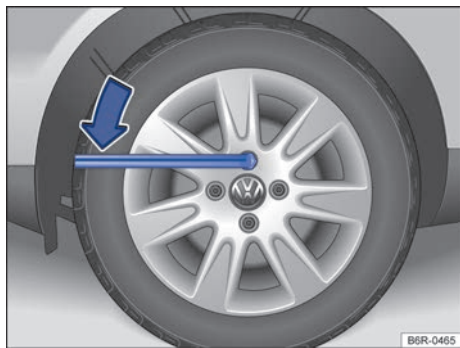

Fig. 151 Cambio de rueda: aflojar los tornillos de la rueda.
- Encajar la llave de rueda en el tornillo de la rueda hasta el batiente → fig. 151.